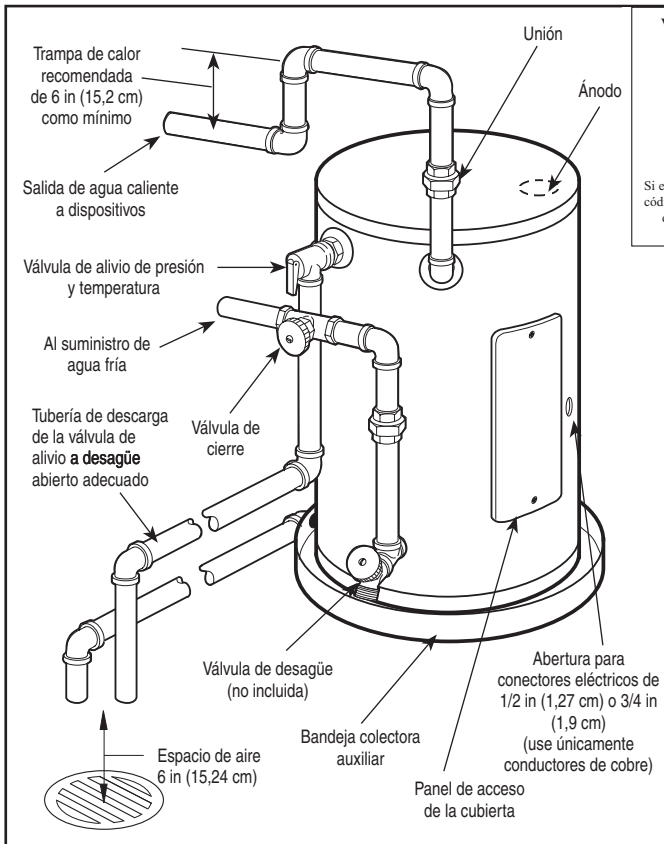
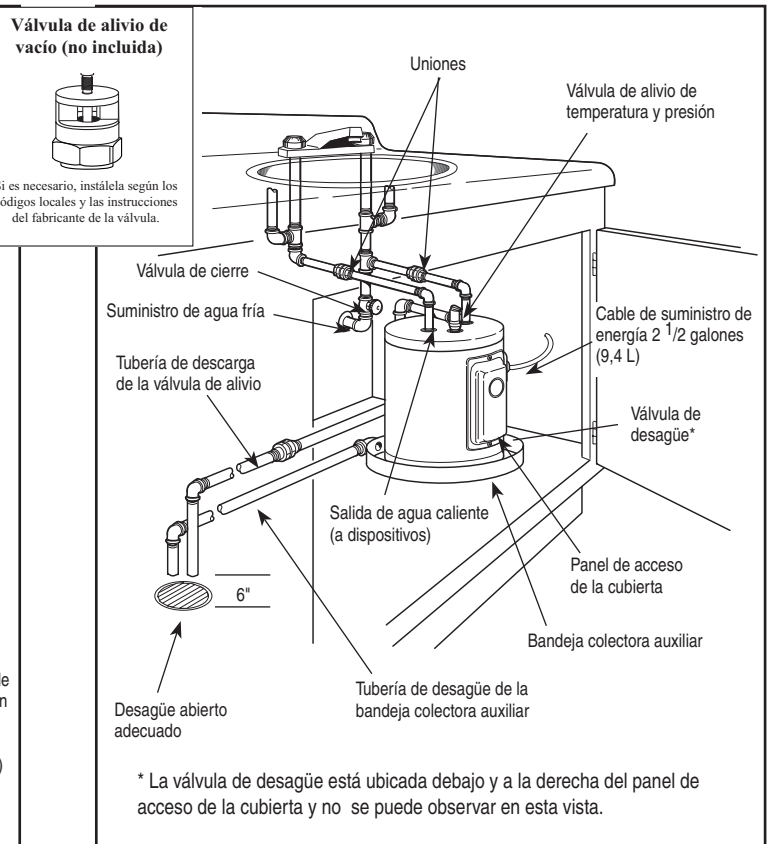

Figura 2: Instalación típica para la conexión lateral
Figura 3: Instalación típica para la conexión debajo de una sobremesa
3. **CONEXIONES DEL SUMINISTRO DE AGUA:** Consulte la Fig. 2 o la Fig. 3 para la instalación típica sugerida. Se recomienda la instalación de uniones o de conectores flexibles de cobre en las conexiones de agua para que el calentador de agua pueda desconectarse con facilidad a fin de realizar el servicio técnico. Conecte la tubería de suministro de agua fría a la conexión de tubería de 3/4 in (1,9 cm) cerca de la parte inferior del calentador de agua (consulte la Figura 2). Instale una válvula de cierre y una válvula de desagüe (no se incluyen) en la tubería de agua fría, cerca del calentador de agua (consulte la Fig. 2). Conecte la tubería de agua caliente a la conexión de tubería de 3/4 in (1,9 cm) con la marca CALIENTE en el costado, cerca de la parte superior del calentador de agua. En algunos modelos, las conexiones de agua caliente y fría son conexiones de tubería de 1/2 in (1,2 cm) que se ubican en la parte superior del calentador (consulte la Figura 3). En estos modelos se suministra una válvula de desagüe. Es posible que los códigos locales exijan un dispositivo antisifón en la entrada de agua de un calentador de agua de conexión lateral.